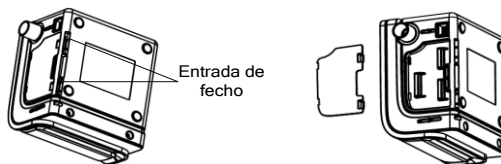

Fig. 4-1
- (1) Vire o dispositivo principal ao contrário e encontre a entrada de fecho no fundo, como mostrado na Fig. 4-1.
- (2) Retire a protecção inserindo uma ferramenta plana na entrada de fecho.